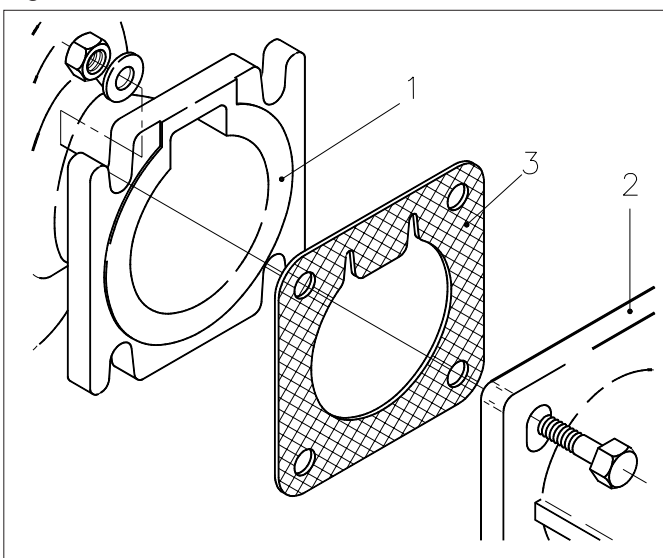

Fig. 6.7
- Neem koppelingdeel (1) los.
- Plaats een speciale pakking (3) zie (Fig. 6.7).
- Monteer koppelingsdeel (1) met nieuwe pakking (3) aan de pomp (2).